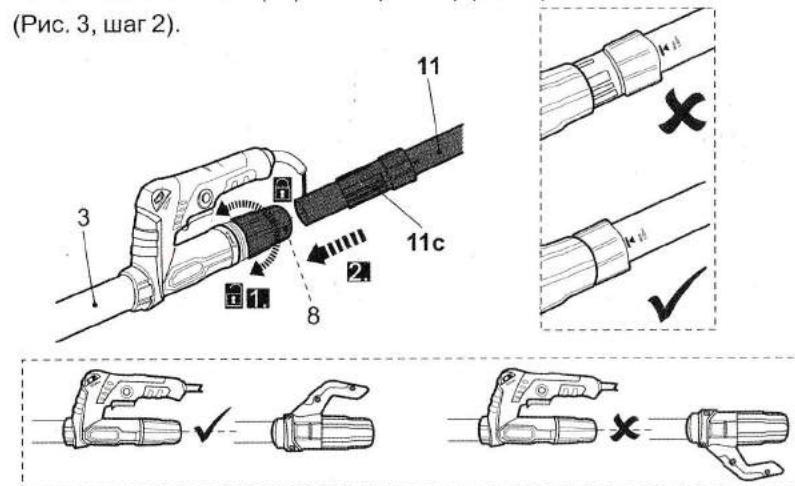

Рис. 3
> Ослабьте муфту отверстия для отвода пыли (8) на верхней трубке (3). Не снимайте муфту с отверстия (Рис. 3, шаг 1).
- > Приложите заднюю ручку (11a) к основной ручке (5) и вставьте муфту (11c) on the extension shaft (11) в отверстие (8) поворотным движением до упора (Рис. 3, шаг 2).